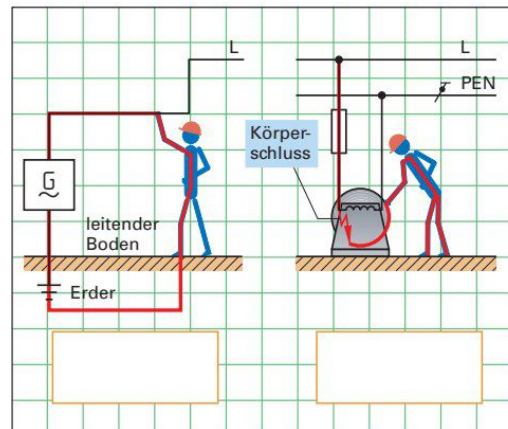

Bild 2: Berührungsarten
8. Man unterscheidet in der Elektrotechnik zwischen direktem und indirektem Berühren. Tragen Sie die Berührungsarten in **Bild 2** ein.